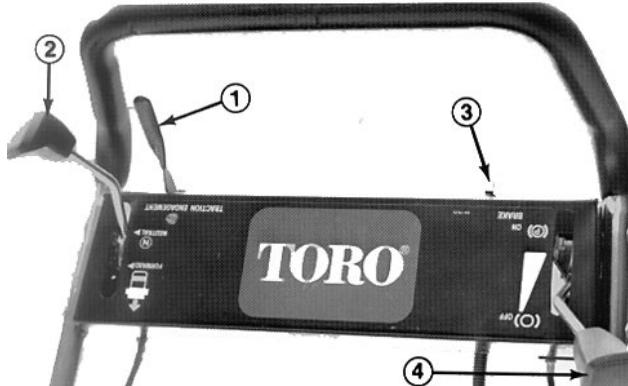
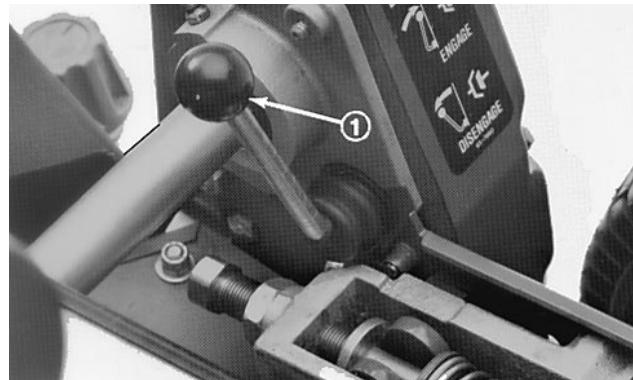

Fig. 12
Fig. 13
**Levier d'engagement de traction** (Fig. 12)—situé du côté avant droit du panneau de commande. Deux positions: POINT MORT et AVANT. Pousser le levier en avant pour engager la transmission.
**Commutateur marche/arrêt** (Fig. 12)—situé du côté arrière gauche du panneau de commande. Placer le commutateur sur ON (MARCHE) pour démarrer le moteur et sur OFF (ARRET) pour l'arrêter.
**Frein de service/parking** (Fig. 12)—situé du côté avant gauche du panneau de commande. Sert à ralentir ou arrêter la machine; sert aussi de frein de parking. Pour serrer le frein de parking, tirer le levier complètement en arrière.
**Commande d'accélération** (Fig. 12)—située du côté arrière droit du panneau de commande. Deux positions: SLOW (LENT) et FAST (RAPIDE). Le régime du moteur peut être varié entre les deux réglages.
**Levier d'engagement des cylindres** (Fig. 13)—situé à l'angle avant droit de la machine. Deux positions: ENGAGE (ENGAGEMENT) et DISENGAGE (DESENGAGEMENT). Tirer ou pousser le levier pour engager ou désengager le cylindre.
1. Vérifier que les leviers de traction (Fig. 12) et des cylindres (Fig. 13) sont à la position DISENGAGE.
3. Mettre la commande marche/arrêt (Fig. 12) sur ON.
4. Mettre la manette d'accélération (Fig. 12) sur FAST.